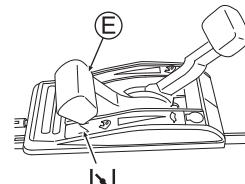

Abb. 10
- Stellen Sie den Gashebel (E) auf Choke "N". (Siehe Abb. 10) (Wenn der Motor warm ist, kann er auch gestartet werden, indem Sie den Hebel auf "P" stellen.)